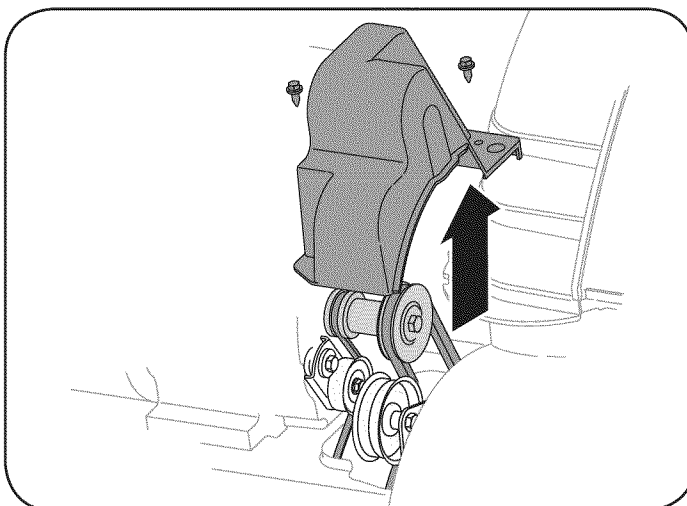

Figura 28
2. Saque la cubierta plástica de la correa ubicada en el frente del motor. Para ello saque los dos tornillos autorroscantes. Vea la figura 28.